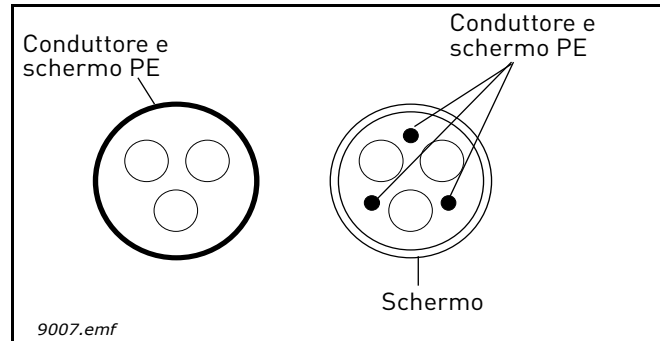

Figura 13.
- 2 = Cavo di alimentazione simmetrico dotato di filo protettivo concentrico e adatto alla specifica tensione di rete. (consigliato un cavo di tipo MCMK o simile). Vedere Figura 13.
simile; consigliato un cavo con impedenza di trasferimento (1...30 MHz) di massimo 100 mohm/m]. Vedere Figura 13.